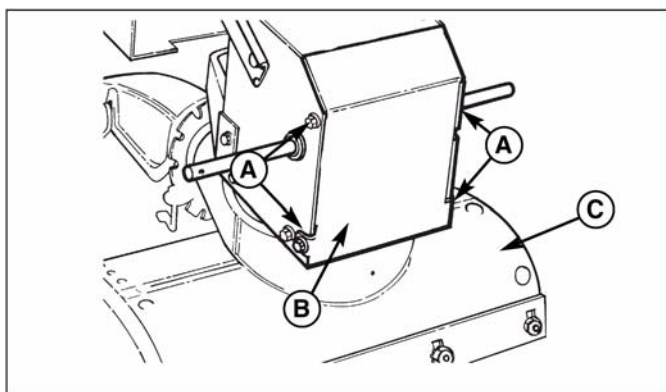

Рис. 28. Нижняя крышка
2. Ослабьте болты (А, рис. 28) с каждой стороны нижней панели (В).